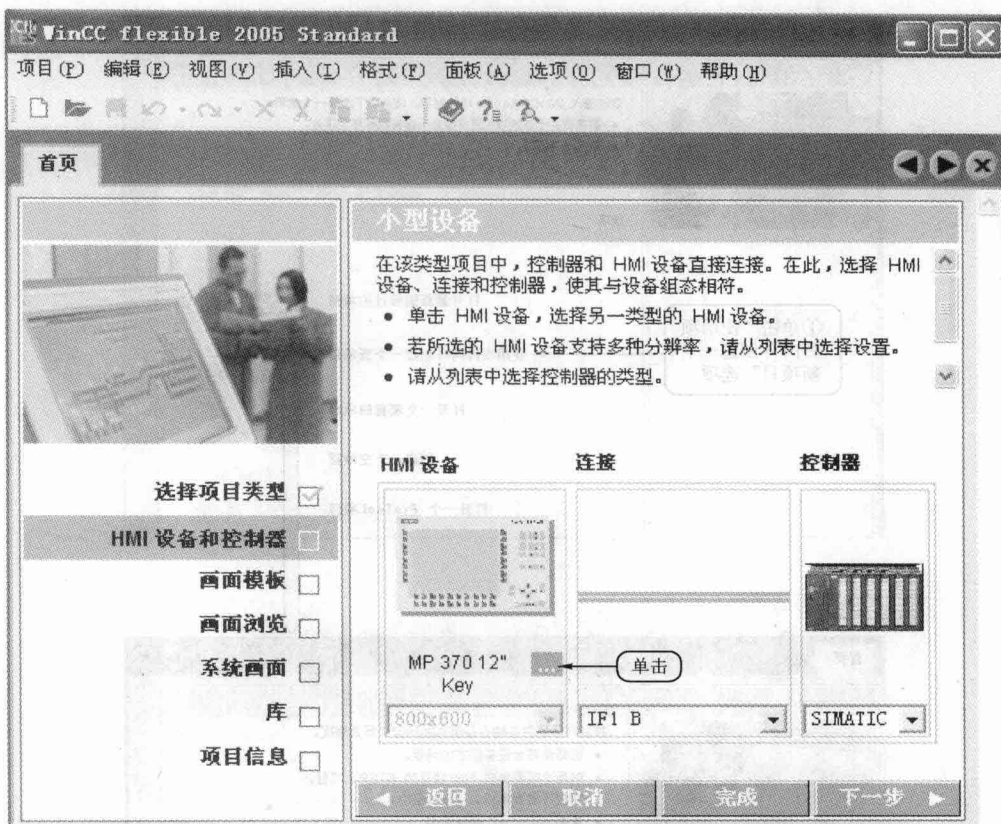
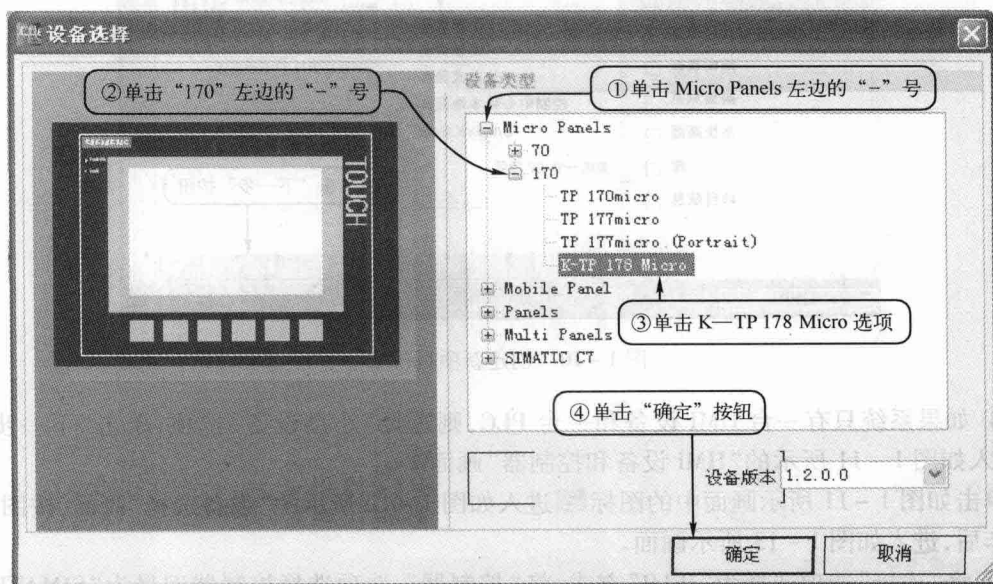

图 1-11 “HMI 设备和控制器”画面
图 1-12 选择 HMI 设备画面
③ 如果系统只有一台 HMI 设备和一台 PLC,则选择“小型设备”选项,单击“下一步”按钮,进入如图 1-11 所示的“HMI 设备和控制器”画面。
单击如图 1-11 所示画面中的图标  进入如图 1-12 所示的“设备选择”画面,按图中步骤操作后,进入如图 1-13 所示画面。